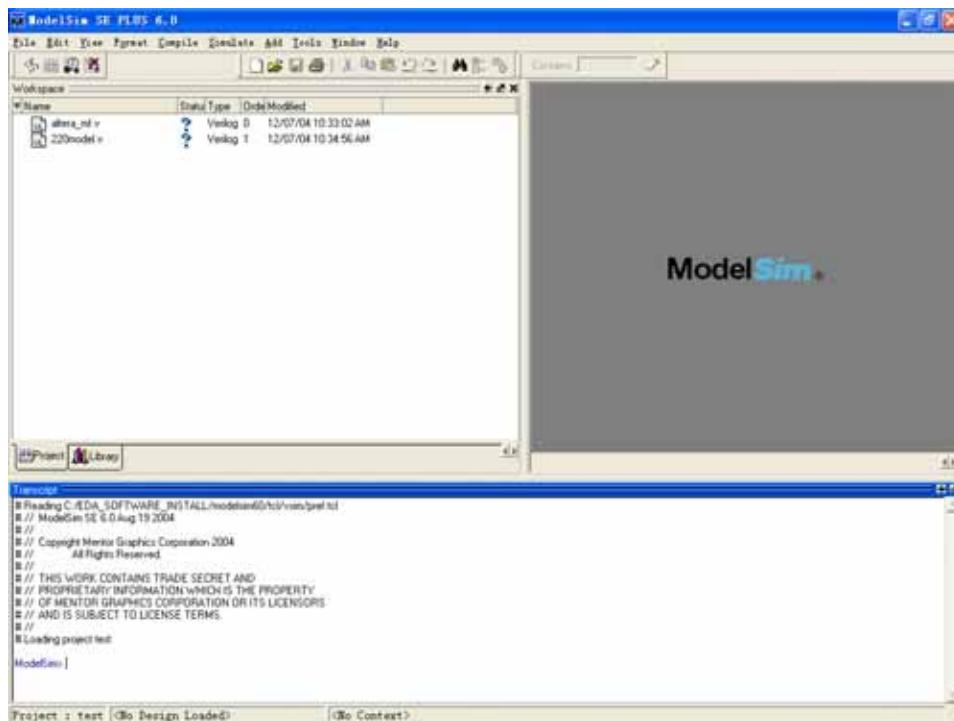

图 5 成功添加 altera_mf.v 和 220model.v 文件
5. 点击”打开”,在 Add File to project 对话框中点击”OK”,得到图 5. 成功添加 altera_mf.v 和 220model.v 文件.